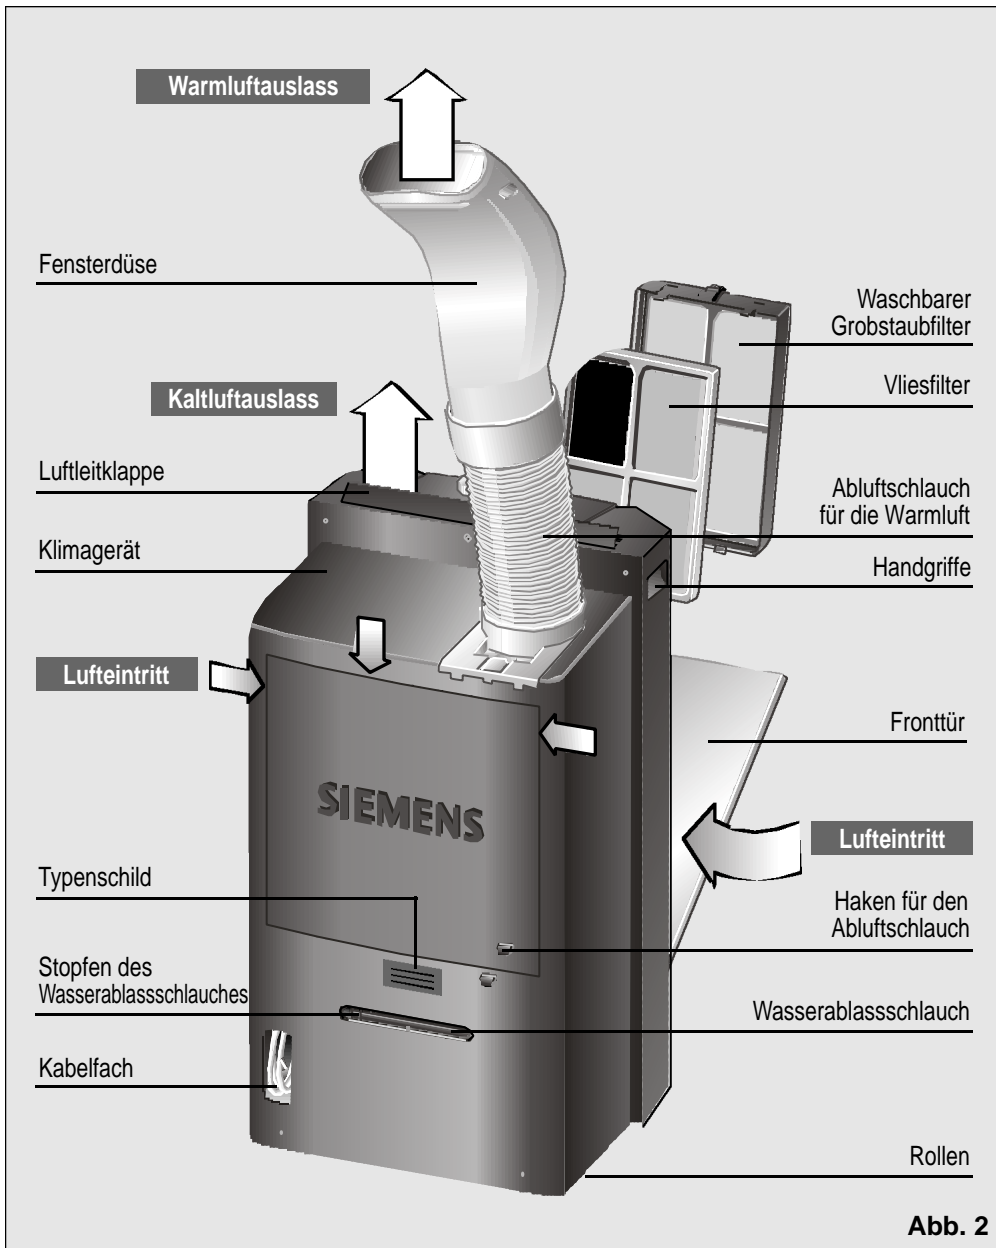

Abb. 2
- Auf der Rückseite des Gerätes befindet sich ein Fach für das Anschlusskabel, **Abb. 2**.